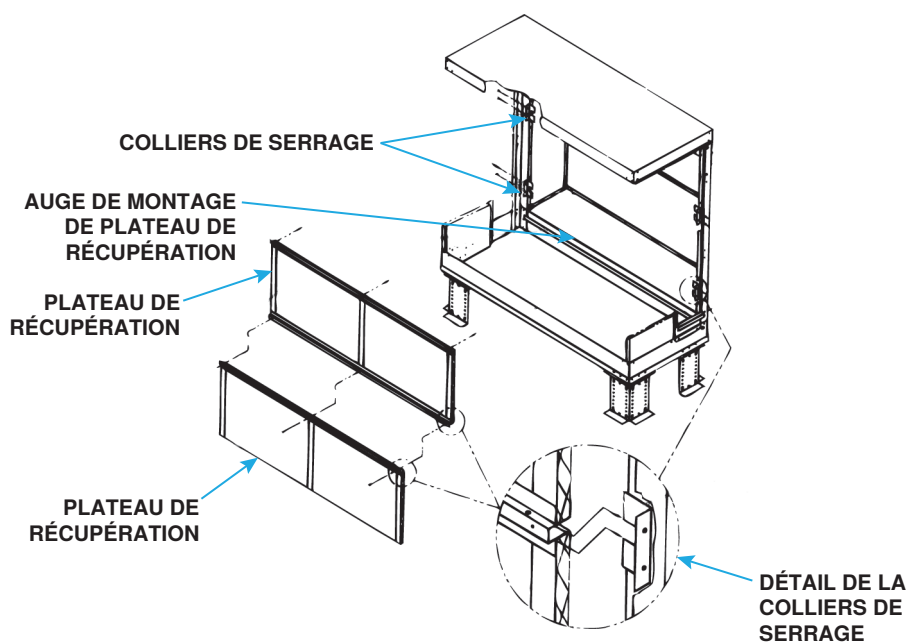

Figure 7. Ensemble de plateau de récupération
2. Installer un matériau d'élimination de l'humidité au besoin (voir Figure 7):
- a. Installez deux colliers de serrage sur un côté des pattes avant du module de refroidissement et fixez les colliers à travers les pieds dans la pince à l'aide de quatre vis (8).
- b. Assemblez les plateaux de récupération ensemble à l'aide de trois vis (8).